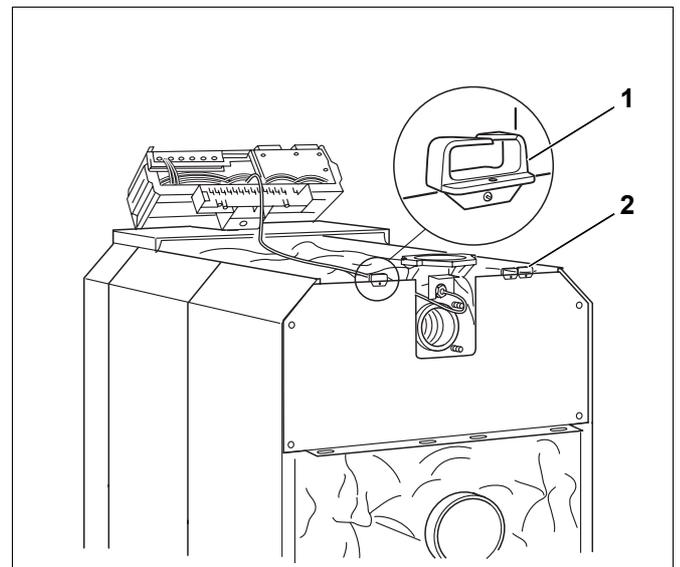

Bild 63 Elektrischer Anschluss
- ▶ Kabeldurchführung (Bild 63, **Pos. 1** und **2**) links oder rechts an der Kesselrückwand anschrauben.